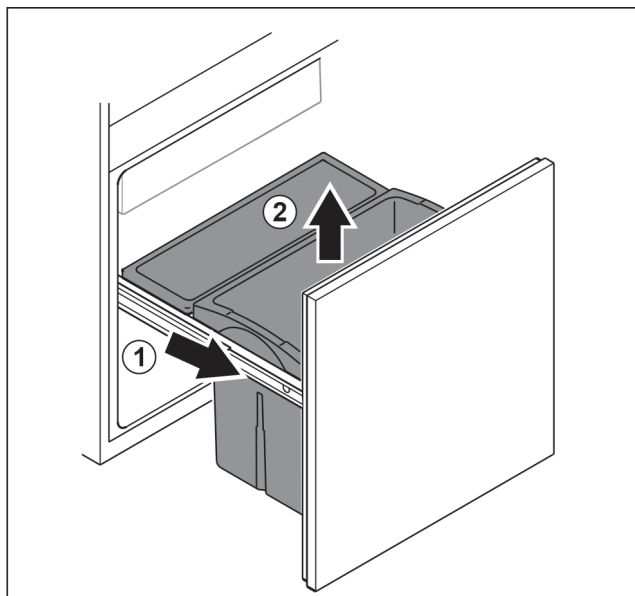

Fig. 153
- ▶ Vytáhněte vysouvací vozík až na doraz. Fig. 153 (1)
- ▶ Vyjměte zásuvku nahoru. Fig. 153 (2)